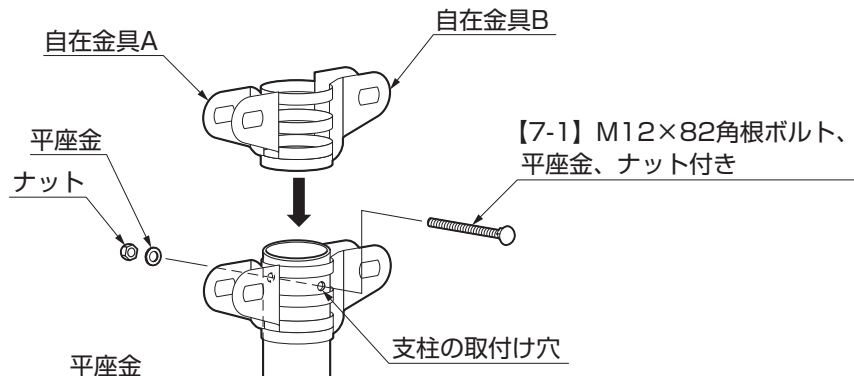

図6-1
②組合わせた自在金具を支柱上部に差入れ、図6-1のように【7-1】を仮締めして取付けてください。